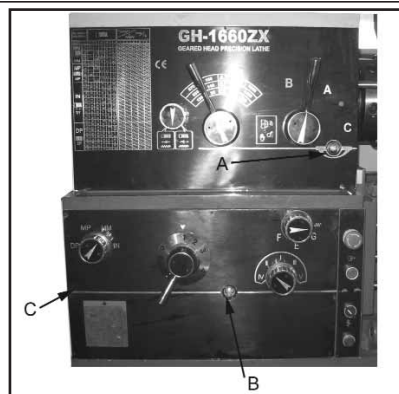

Fig. 4
1. **Spindeldok** - Der skal påfyldes olie til indikatoremærket i olieskueglas-set (A, Fig. 4). Efterfyld med Mobil DTE® Oil Heavy Medium. Olien påfyldes ved at fjerne proppen øverst på spindeldokken. Olien drænes ved at fjerne proppen i nederste venstre hjørne bagerst på spindeldokken. Dræn alt olie og fjern alle metalspåner. Der påfyldes olie igen efter første måneds drift. Herefter skiftes olien i spindeldokken hver anden måned.
2. **Gearkasse** - Der skal påfyldes olie til indikatoremærket i olieskueglas-set (B, Fig. 4). Efterfyld med Mobil DTE® Oil Heavy Medium. Gearkassen smøres ved at fjerne de to skruer på den øverste afskærmning. Olien drænes ved at fjerne drænproppen (C, Fig. 4) på venstre side af gearkassen. Dræn alt olie, og påfyld igen efter de første tre måneders drift. Herefter skiftes olien i gearkassen hver sjette måned.